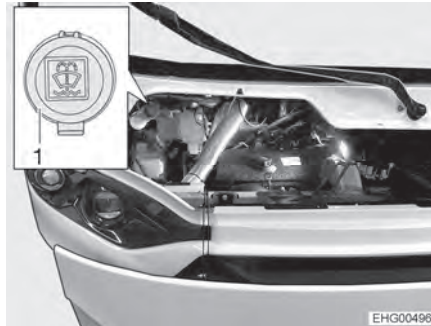

Bild 11 Einfüllstutzen (Scheibenwaschwasser)
- Deckel (Bild 11,1) am Einfüllstutzen des Waschwasserbehälters öffnen.